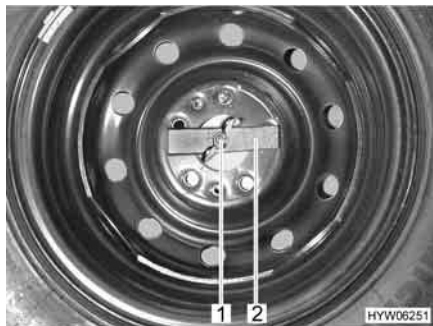

Fig. 191 Ruota di scorta nel gavone di coda
- Svitare manualmente il dado ad alette (Fig. 191,1) e rimuoverlo.
- Rimuovere la barretta di compressione (Fig. 191,2).